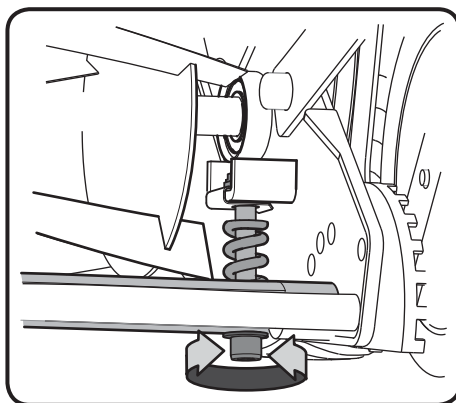

Fig. 6
- Utiliser une clé hexagonale, serrez les boulons de réglage (un à chaque extrémité) d'1/4 de tour (Fig.6).